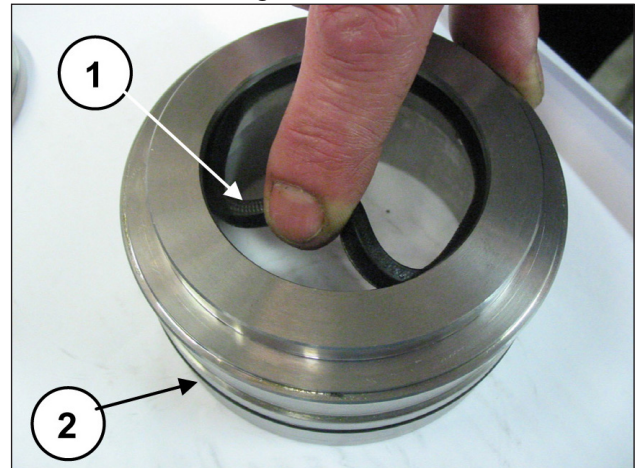

Abb. 200
Setzen Sie die ND-Dichtung mit nach vorn gerichteter Dichtlippe (zum Kopf hin) in den KC-Dichtungshalter (Pos. ①, Abb. 200) und den O-Ring (Pos. ②, Abb. 200) ein.